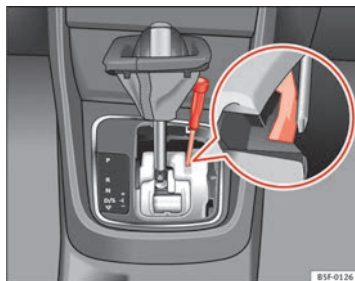

Fig. 125 Palanca selectora: Desbloqueo de emergencia en la posición de aparcamiento
- Con ayuda de un destornillador, presione la pestaña amarilla de desbloqueo lateralmente ⇒ fig. 125 y manténgala presionada.